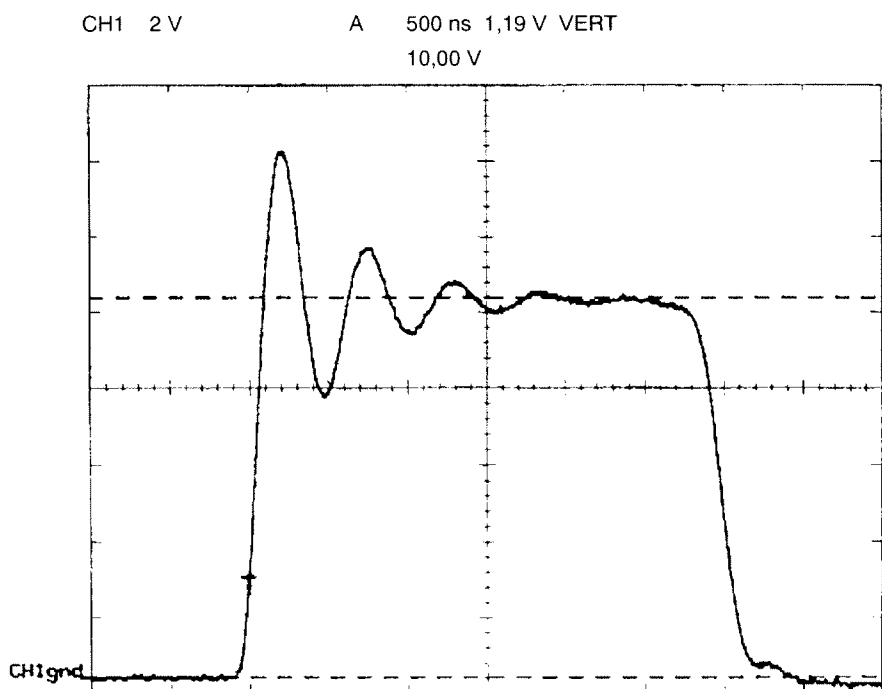

Bild 20.
- Mät tyratrontriggerpulsens amplitud riktvärde $10\text{ V} \pm 1\text{ V}$. Se bild 20.